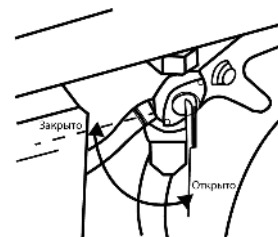

Рис.5
- Поверните топливный кран в положение «Открыто» (Рис. 5).